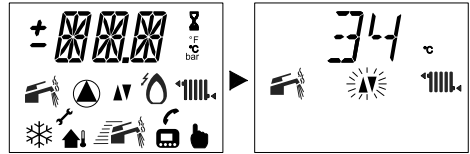

Fig. 5.34
- Una volta verificato entrare nel parametro di programmazione **P04** e verificare a sua volta che il parametro impostato sia **04** ripremendo il pulsante di ripristino 6 in Fig. 5.34.